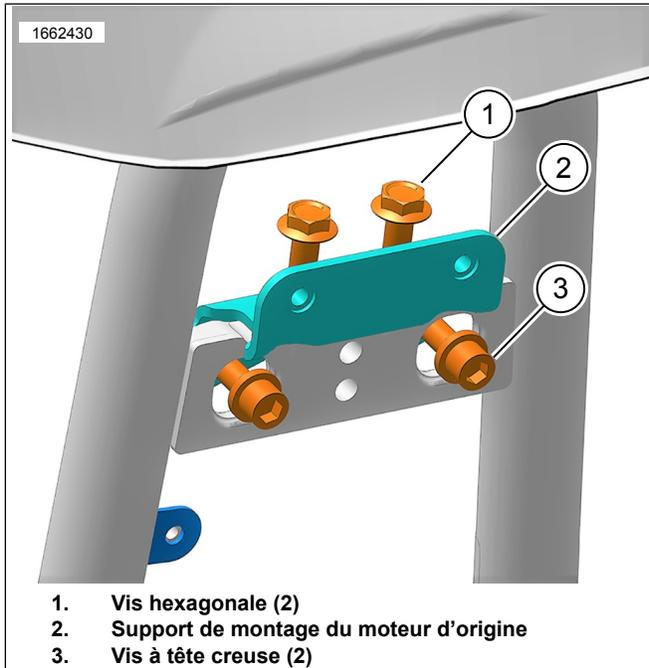

Figure 4. Support moteur d'origine
- a. Voir la figure 4. Retirer les vis hexagonales (1).
- b. Déposer les vis à tête creuse (3).
- c. Retirer et éliminer le support de montage du moteur d'origine (2).